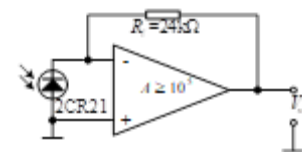

图4-104 习题4.26图
(1) 室温情况下,辐照度降低到 50 mW/cm^2 时的开路电压 V_{OC} 与短路电流 I_{SC} 。
(2) 当将该硅光电池安装在如图 4-104 所示的偏置电路中时,若测得输出电压 $V_0 = 1\text{ V}$, 求此时光敏面上的照度。